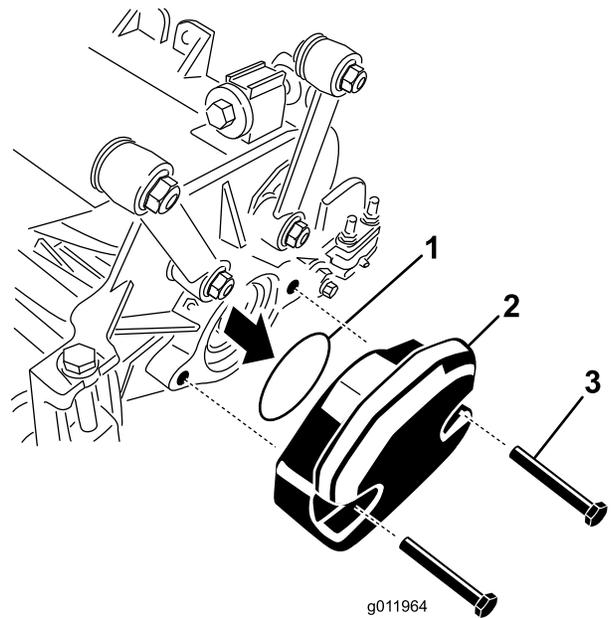

Figura 23
2. Retire el peso y la junta tórica (**Figura 23**) del extremo interior de la unidad de corte derecha.